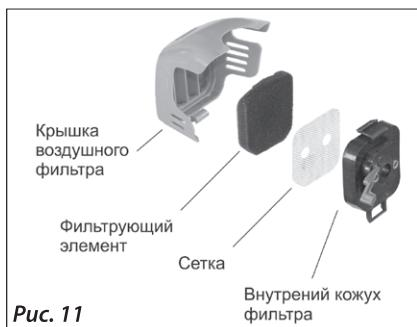

Рис. 11
8.1 .Воздушный фильтр (рис. 11)